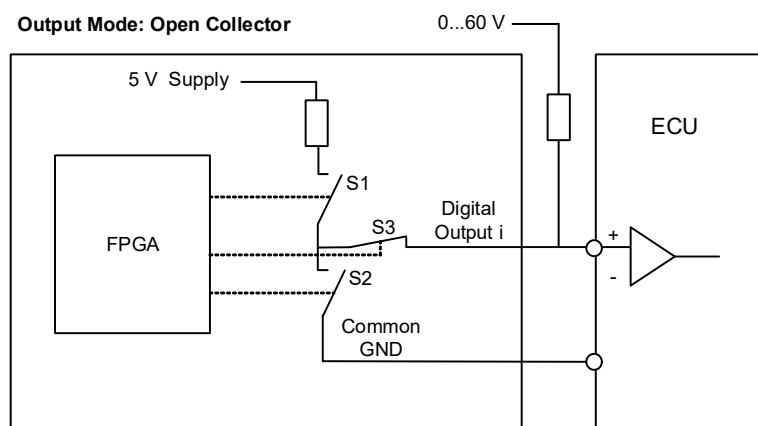

Abb. 3-6 Prinzipschaltbild eines digitalen Ausgangs
Abb. 3-6 auf Seite 41 zeigt das Prinzipschaltbild eines digitalen Ausgangs.
- Über den Pull-up-Widerstand wird der Spannungspegel des Signals festgelegt. Unter „Output Mode“ in der Registerkarte „Signals“ können Sie zwischen internem Pull-up-Widerstand nach 5 V („Pull-Up to +5 V“) und externem Pull-up-Widerstand („Open Collector“) wählen (Abb. 3-6).